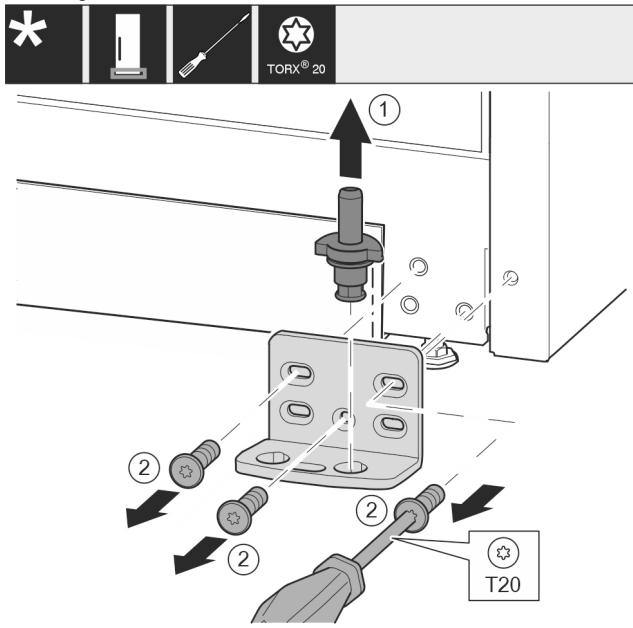

Fig. 17 \*
- Lagerbolzen Fig. 17 (1) komplett nach oben herausziehen.\*
- Schrauben Fig. 17 (2) mit Schraubendreher herausdrehen und Lagerbock abnehmen.\*